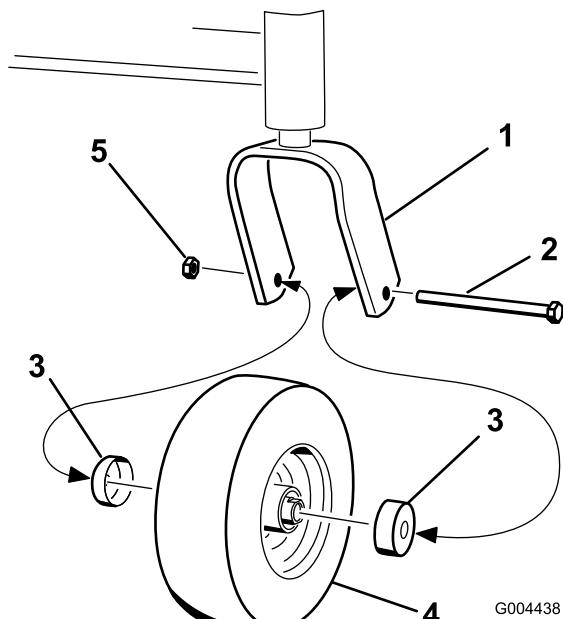

Figura 26
4. Togliete il dado e il bullone che sostengono la ruota orientabile alla forcella orientabile anteriore (Figura 26).
5. Togliete la protezione di tenuta dal mozzo della ruota (Figura 26).
17. Installate le protezioni di tenuta sui mozzi della ruota e inserite la ruota nella forcella orientabile (Figura 26).
18. Installate il bullone orientabile e serrate il dado (Figura 26).